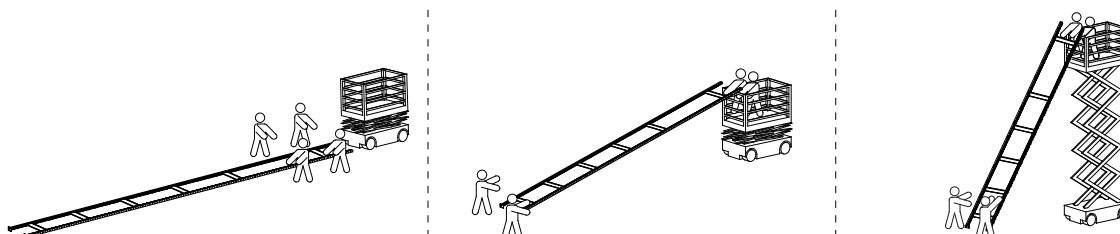

Рисунок 4 — Подъем рамы стеллажа
4. Осуществить подъем рамы в вертикальное положение. При установке в вертикальное положение собранной рамы сделать упор ногой в нижнюю часть рамы (подпятники) для создания точки опоры (рис. 4).